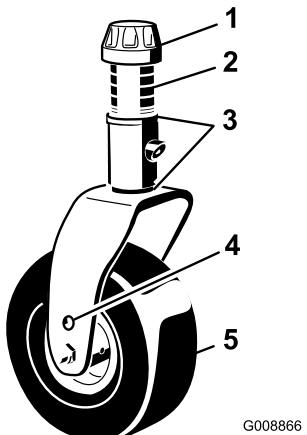

Bild 24
3. Nehmen Sie die Spannkappe von der Laufradwelle ab (Bild 24). und schieben Sie die Welle aus dem Laufradarm. Legen Sie zwei Beilagscheiben (3 mm) so auf die Laufradwelle, wie sie ursprünglich montiert waren. Schieben Sie die entsprechende Anzahl der 13 mm Distanzstücke auf die Welle, um die gewünschte Schnitthöhe zu erhalten.
- Schieben Sie die Laufradwelle durch den vorderen Laufradarm. Legen Sie die Beilagscheiben (wie ursprünglich montiert) und die restlichen Distanzstücke auf die Welle. Bringen Sie die Spannkappe an, um das Teil zu befestigen (Bild 24).